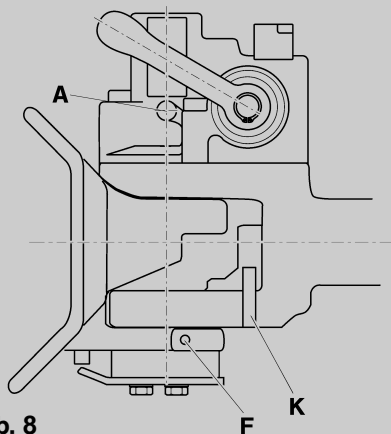

Abb. 8
- Bei schweren Einsatzbedingungen, starker Schmutz- oder Wassereinwirkung die Automateinheit (**A**) bei geöffneter Kupplung nachfetten (s. Abb. 8): Mehrzweckfett NGLI 2 verwenden